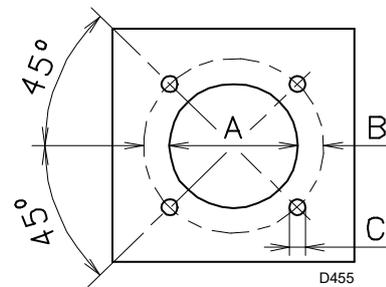

Fig. 15
Perforar la placa de cierre de la cámara de combustión como indica la Fig. 15 (Tab. K) La posición de los orificios roscados puede trazarse utilizando la junta aislante suministrada con el quemador.
- Introducir todo el quemador en el orificio de la caldera, preparado anteriormente (Fig. 15), y fijar con los tornillos suministrados.